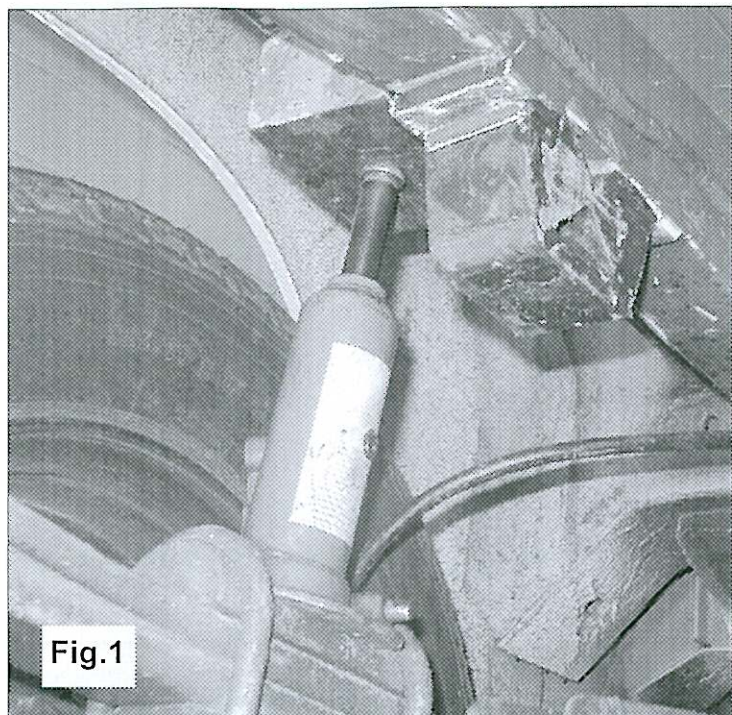

Fig.1
2. Setzen Sie einen Wagenheber zwischen das Federpaket und die Karosserie und pressen Sie das Federpaket +/- 3 bis 4 cm nach unten. Passen Sie auf, dass keine Dellen in die Karosserie gedrückt werden. Siehe Abb. 1.
2. Placez un cric entre le paquet de ressorts et la carrosserie et comprimez les ressorts +/- 3 à 4 cm vers le bas. Faites attention à ne pas faire de bosse dans la carrosserie. Cf. fig. 1.